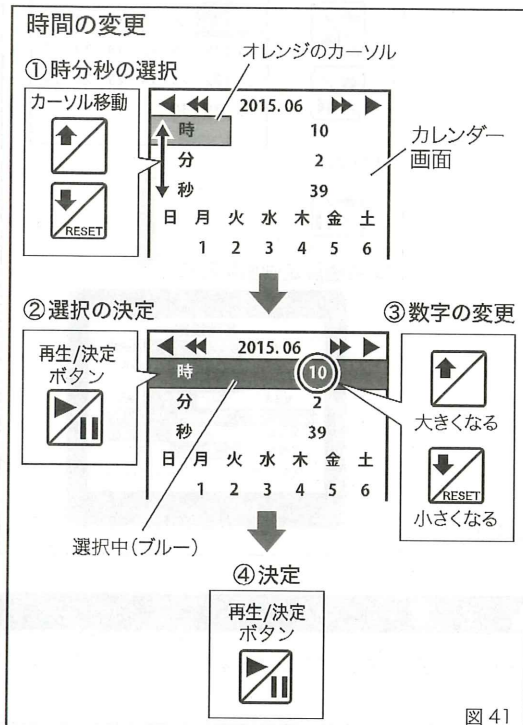

図 41
4. 「時間」の変更(図 41)
- ① カレンダー画面の「時/分/秒」に、「上」「下」ボタン 、 でオレンジのカーソルを移動します。
- ② 「再生/決定」ボタンを押すと、選択部がブルーに変わります。
- ③ 選択中の「時/分/秒」の数字を「上」「下」ボタン 、 で変更します。
- ④ 変更後、「再生/決定」ボタンを押して決定します。